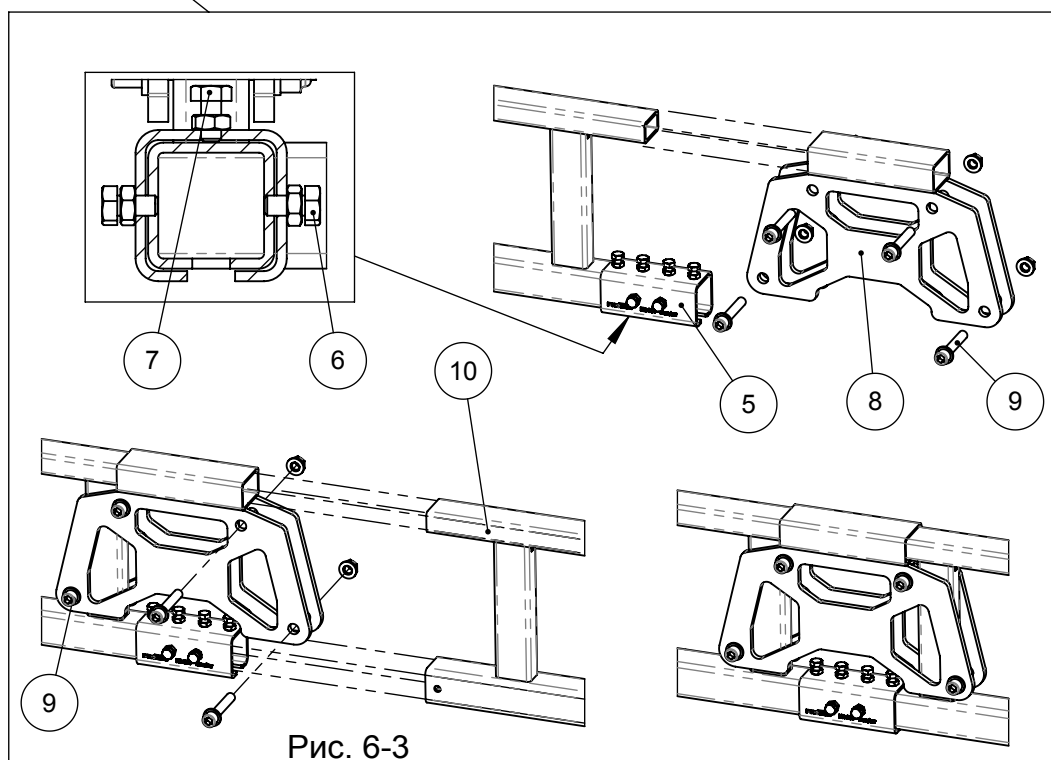

Рис. 6-3
6.4. Способ сборки сегментов рельса - рис. 6-3.